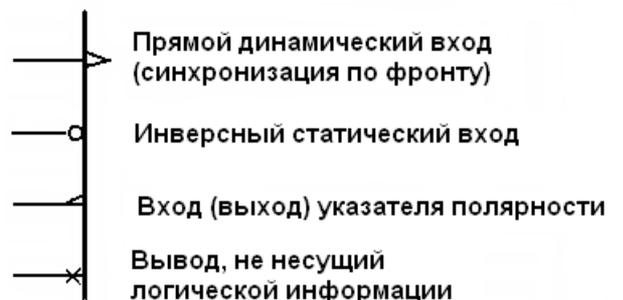

Рис. 4.9 - Обозначения выводов по ЕСКД
- С помощью областей **Inside** (Входной вывод), **Outside** (Выходной вывод), **Inside Edge**, **Outside Edge** задается различный вид изображения вывода с учетом функционального назначения. К сожалению, большинство этих функций редактора **P-CAD Symbol Editor** оказываются практически бесполезными из-за несоответствия с **ЕСКД** (*рис. 4.9*). Поэтому в областях **Inside Edge**, **Outside Edge**, **Inside**, **Outside** следует установить значение **None** (Нет).